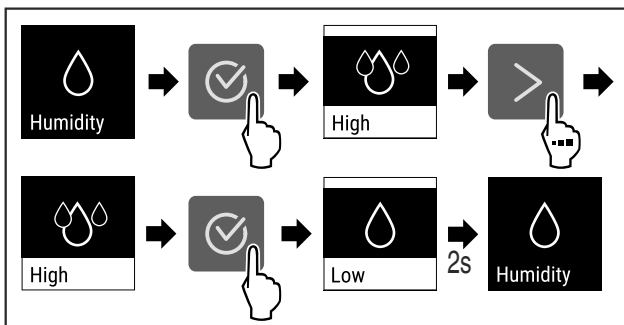

Fig. 75
- ▶ Eseguire i passaggi (vedere Fig. 75).